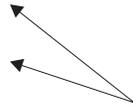

図 128. レールの前の端の取り付け
11. 左レールの前の端をラック・キャビネットに入れます。前部ブラケット **1** の上部 (図 128) を、ラック上の必要な EIA マーキングの位置に合わせます。